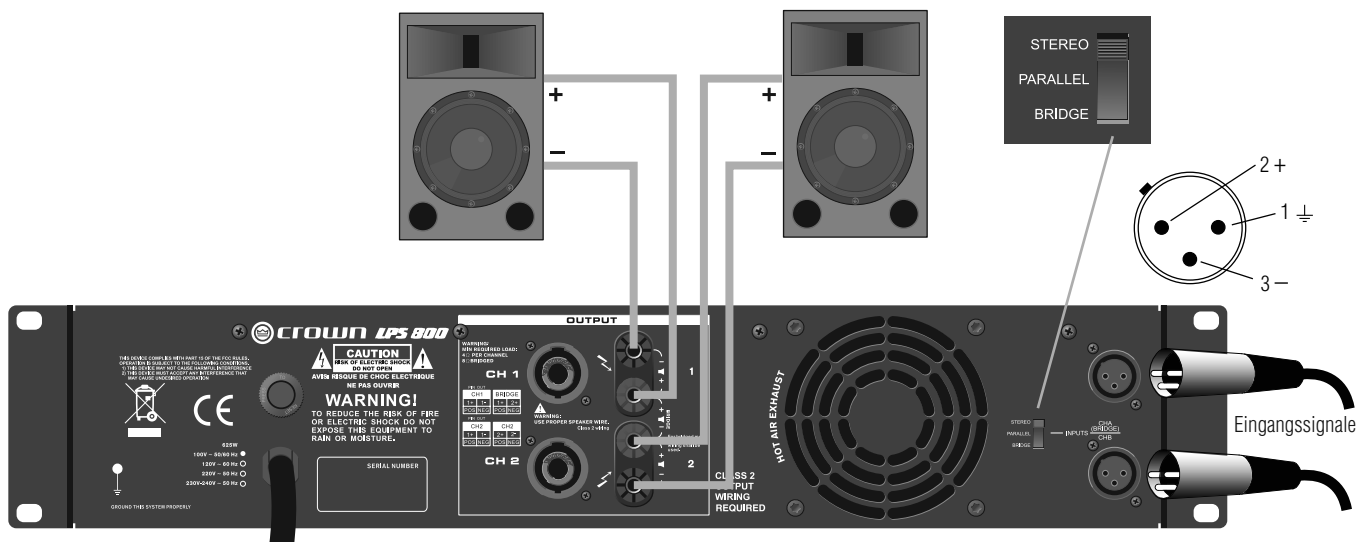

Abbildung 4: Stereo (duale)-Verkabelung über die Schraubklemmen-Anschlüsse
1. Siehe Abbildung 4. Stellen Sie den Betriebsmoduswähler an der Rückplatte auf STEREO.